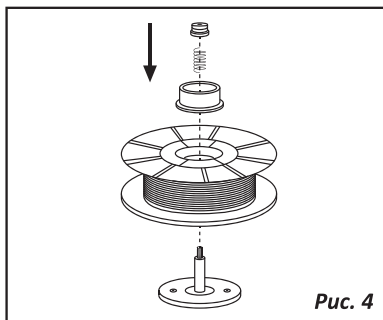

Рис. 4
4. Установка бухты сварочной проволоки (Рис. 4)